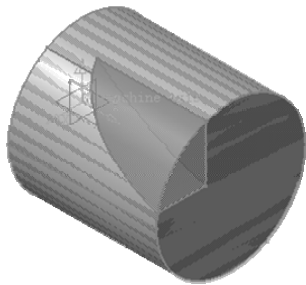

图 4-8 定义毛坯零件 (1)
5) 定义毛坯零件 (1)。单击 **Stock** 按钮，系统自动隐藏“Part Operation”对话框，在图形区创建毛坯实体作为毛坯零件，如图 4-8 所示，然后双击空白处返回“Part Operation”对话框。